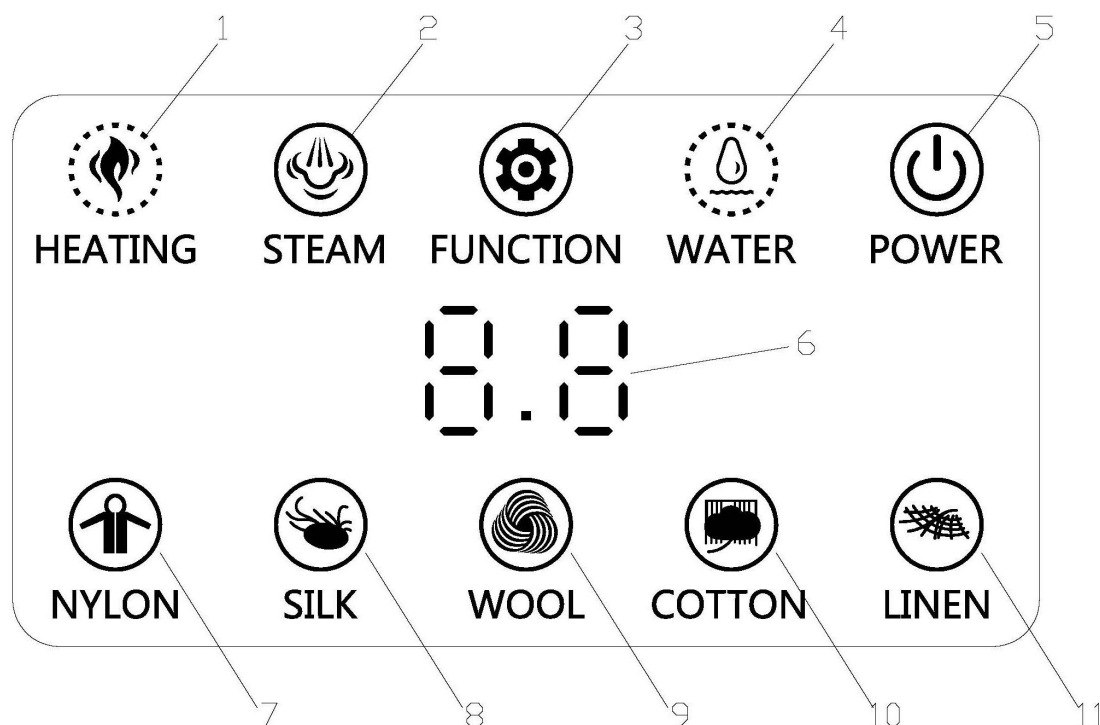
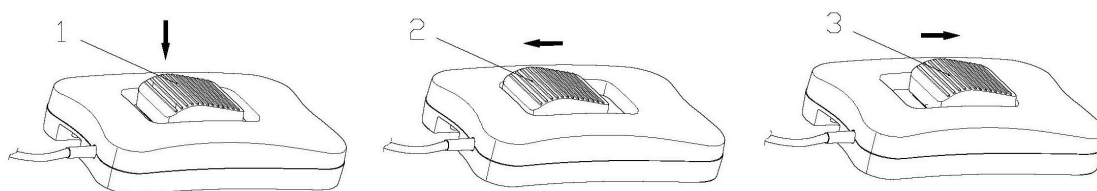

Рисунок 2
Рисунок 4
Поверните выключатель питания (Рисунок 1 №9) в положение «I», и в этот момент индикатор POWER (Рисунок 2 №5) на панели управления загорится красным. Нажмите кнопку POWER на 2 секунды, чтобы запустить продукт, прижимная пластина автоматически откроется и поднимется в самое верхнее положение.
Глажка с паром применима к режимам меню шерсти, хлопка и льна. Поместите ткань на валик горизонтально и выберите соответствующее меню в соответствии с различными тканями оболочки. Индикатор нагрева (Рисунок 2 № 1) «включен» во время предварительного нагрева и «выключен» после нагрева, при этом весь процесс занимает около 2 минут. Световой индикатор пара (Рисунок 2 № 2) горит синим цветом и мигает во время нагревания. Синий индикатор перестанет мигать и загорится, когда температура прижимной пластины достигнет стандарта, необходимого для глажения с паром. К этому времени нажмите педаль (Рисунок 4 №1), продукт автоматически выпускает пар после нажатия на прижимную пластину. Таким образом, операция глажения работает.
Глажение без пара может быть достигнуто в каждом режиме меню этого продукта. выберите соответствующее меню в соответствии с различными тканями оболочки. Нажмите кнопку выбора пара (Рисунок 2 № 2), чтобы отменить функцию пара после того, как красный индикатор нагрева погаснет. Затем нажмите педаль (Рисунок 4 № 1), и операция сухой глажки заработает.
В рабочем состоянии, если в течение 15 минут не выполняется никаких операций, устройство автоматически выключится и перейдет в режим ожидания. Индикатор «Питание» (Рисунок 2 №5) становится КРАСНЫМ.
1. Вставьте вилку шнура питания в розетку и переведите выключатель питания (Рис. 1 № 9) на подставке в положение «I». В это время индикатор POWER (Рисунок 2 № 5) на панели управления горит красным. Нажмите кнопку POWER, чтобы запустить изделие, и выберите в меню наиболее часто используемый режим ткани оболочки, например, «хлопок» (Рисунок 2 №10), изделие начнет нагреваться.
2. Нажмите функциональную кнопку (Рисунок 2 № 3) на 2 секунды, чтобы войти в функцию настройки времени закрытия прижимной пластины после звукового сигнала.
3. Нажмите функциональную кнопку (Рисунок 2 № 3), чтобы уменьшить время закрытия, или нажмите кнопку «ШЕРСТЬ» (Рисунок 2 № 9), чтобы увеличить время закрытия. Вы можете узнать текущее время по цифровому индикатору (рис. 2 № 6). Каждое нажатие будет уменьшать/увеличивать 0,1 секунды.
4. Поместите белую бумагу на ролик и нажмите педаль (рис. 4 № 1), чтобы проверить давление прижимной пластины.
5. Отрегулируйте давление прижимной пластины до соответствующего значения и нажмите функциональную кнопку (Рисунок 2 № 3) в течение 2 секунд, чтобы сохранить настройку.
2. Нажмите на педаль (Рисунок 4 № 1), чтобы удерживать прижимную пластину нажатой.
3. Нажмите кнопку ПИТАНИЕ (рис. 2 № 5) на 2 секунды, чтобы выключить устройство. Поверните выключатель питания (Рисунок 1 №9) в положение «0».
2. После того, как прижимная пластина остынет, нажмите педаль (рис. 4 № 1), чтобы удерживать прижимную пластину (рис. 1 № 2) нажатой.